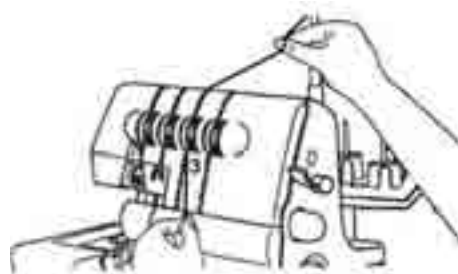

Fig. 17
4. Sujete el hilo con el dedo y páselo a través del disco del selector de tensado de hilo 16 tirando a continuación hacia abajo (3) (Fig. 17).